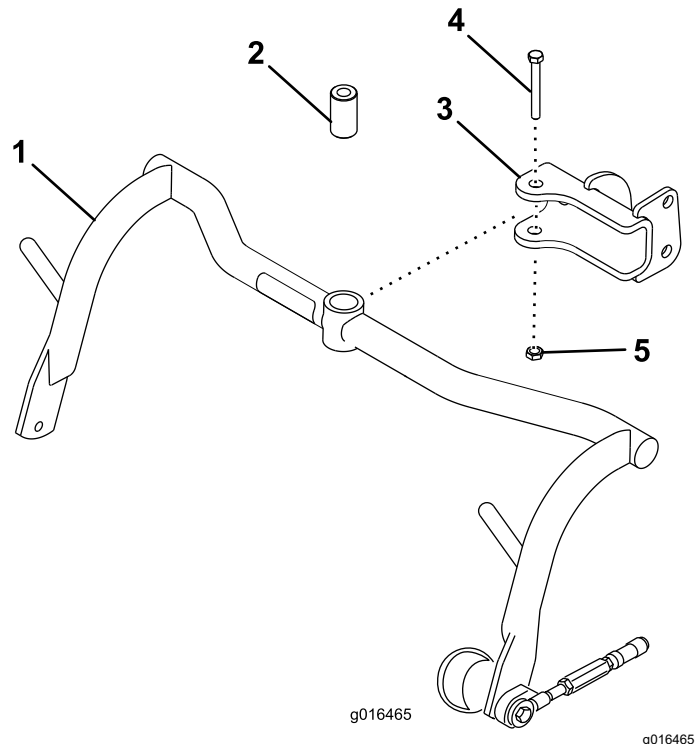

Рисунок 5
1. Закрепите узел несущей рамы в каждой вилке, используя проставку, болт (½ x 3¼ дюйма) и контргайку (½ дюйма); см. Рисунок 5. Затяните с моментом от 91 до 113 Н·м.